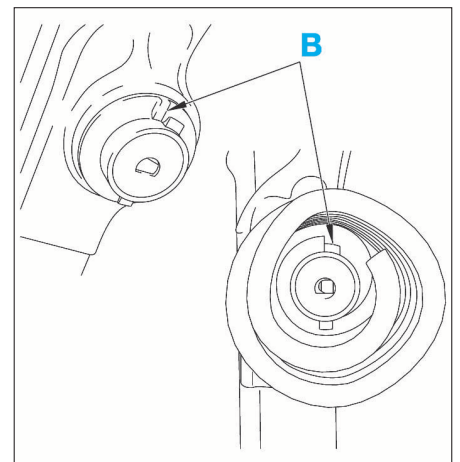

FIG. 39
- positionner la butée "B" de la coupelle supérieure du ressort de suspension vers l'avant du véhicule (Fig.39).